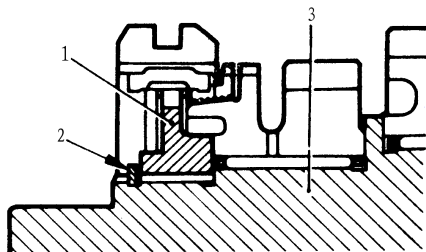

图 3-91 安装第 3/第 4 档同步器
(1) 如图 3-91 所示, 安装第 3/第 4 档同步器, 使花键毂朝向正确的方向。对于主轴前端卡环应选择适当的厚度装入, 使卡环和花键毂之间的间隙为最小, 即将最厚的卡环插入卡环槽内。安装后应保证第 3 档速度齿轮转动灵活平稳。卡环和花键毂之间的间隙标准值为 0~0.08mm。